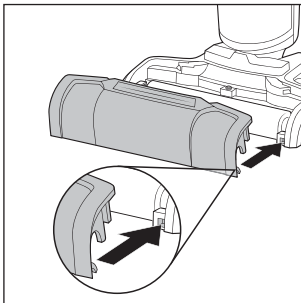

Abb. 41
- ♦ Setzen Sie den Spritzschutz **7** wieder ein, indem Sie diesen zunächst an den Halterungen am Fußteil **3** ausrichten (siehe Abb. 41).